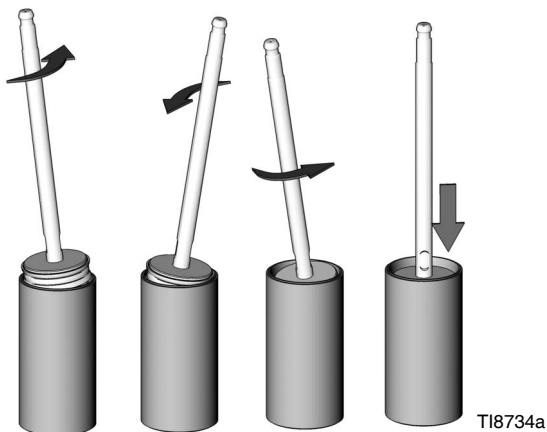

图 9. 将活塞安装到气缸中
6. 润滑气缸 (1) 内侧。将活塞组件推入气缸 (1) 中。旋转活塞组件, 如图 9。